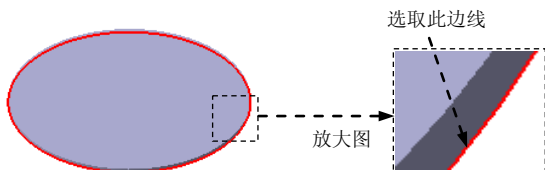

图 8.2.6 选取路径
(1) 选择命令。单击“主页”功能选项卡中“钣金”工具栏中的“轮廓弯边”按钮 .
(2) 定义特征的截面草图。
① 选取路径。在系统的提示下, 选取图 8.2.6 所示的模型边线为路径, 在“轮廓弯边”